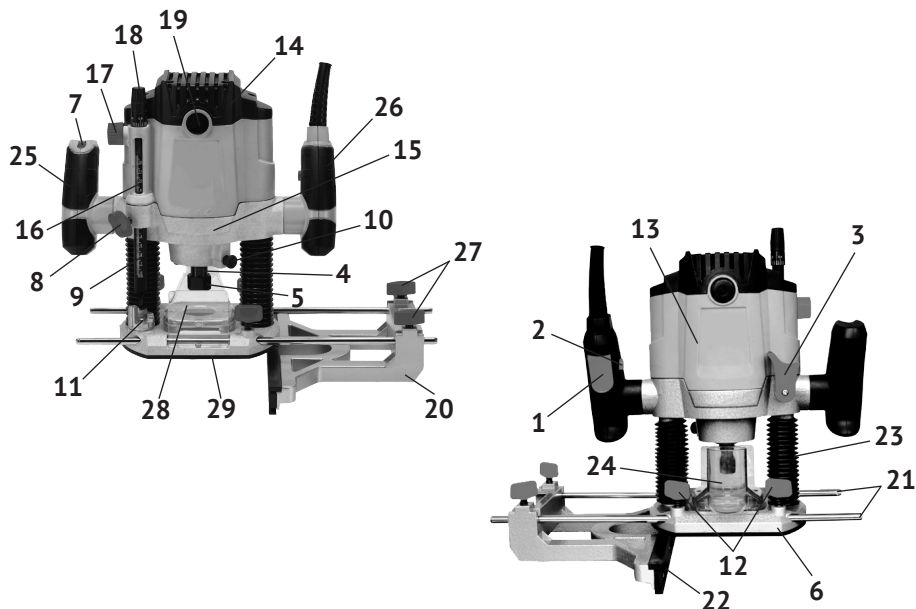
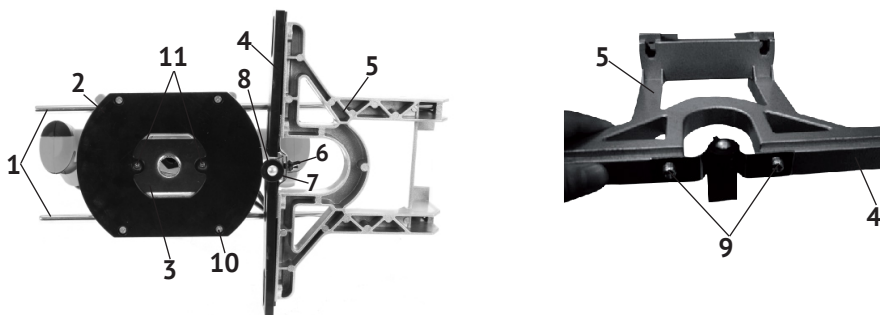

рис.1
рис.2
Общий вид фрезера схематично представлен на рис. 1
1.4.2 Расположенный вертикально двигатель фрезера с цанговым патроном (рис.1 поз.4) закрыт пластиковым корпусом (рис.1 поз.13), закреплённом на суппорте (рис.1 поз.15). Суппорт перемещается в вертикальной плоскости по двум направляющим стойкам (рис.1 поз.23), закреплённым на опорной плите (рис.1
поз.6). Вертикальный ход суппорта обеспечивает глубину фрезерования заготовок до 50 мм. Фиксация суппорта в нужном положении осуществляется рычагом (рис.1 поз.3). Контроль глубины обработки обеспечивают глубиномер (рис.1 поз.9) и упор ступенчатый (рис.1 поз.11) револьверного типа. Подача суппорта (вниз) для фрезерования осуществляется вручную, нажатием на рукоятки инструмента (после разблокировки рычага рис.1 поз.3). Обратный ход суппорта обеспечивают пружины, расположенные внутри направляющих трубок. Горизонтальное перемещение инструмента по поверхности заготовки обеспечивает скольжение пластиковой подошвы (рис.1 поз.29), крепящейся снизу к опорной плите.
На левой рукоятке фрезера (рис.1 поз.25) расположен диск регулятора оборотов двигателя (рис.1 поз.7). На нём нанесены символы: 1, 2, 3, 4, 5, 6, для установки скорости вращения шпинделя с фрезой. На правой рукоятке (рис.1 поз.26) находятся клавиша выключателя (рис.1 поз.1) и кнопка блокировки клавиши от случайного пуска (рис.1 поз.2).
Запуск двигателя осуществляется нажатием на клавишу выключателя, после нажатия и удержания кнопки блокировки (рис.1 поз.2). Отпущенная клавиша выключателя (и кнопка блокировки) возвращаются в исходное положение - выключено/заблокировано.
- параллельный упор (рис.1 поз.20), крепящийся осями (рис.1 поз.21) к опорной плите, позволяет обрабатывать изделие на определённом расстоянии от прямолинейного края заготовки (фрезерование пазов, канавок, сверление отверстий и т.п.);
- роликовая направляющая (рис.2 поз.7), закреплённая на параллельном упоре (рис.2 поз.5), позволяет фрезеровать на равном расстоянии от края заготовки любой конфигурации (прямолинейная, криволинейная, угловая);
- направляющая втулка (рис.2 поз.3), позволяет проводить фрезерование заготовки по выбранному шаблону (шаблоны в комплект поставки не входят).
Пластиковый патрубок пылеотвода (рис.1 поз.24) позволяет подключить пылесос для удаления стружки из зоны фрезерования.
На корпусе (рис.1 поз.13) стрелкой указано направление вращения фрезы.
- снять с фиксации рычаг вертикального положения (рис.1 поз.3) для того, чтобы максимально увеличить рабочее расстояние между суппортом и опорной плитой (рис.3 поз.2);
- установить опорную плиту (рис.1 поз.6) фрезера на заготовку;
- ослабить винт фиксации (рис.1 поз.8) ограничителя глубины и рычаг фиксации (рис.1 поз.3) вертикального положения суппорта;
- зафиксировать рычагом (рис.1 поз.3) положение суппорта;
- установить регулятор точной настройки (рис.1 поз.18) в положение «0»;
- поворотом рукоятки (рис.1 поз.17), подвести стержень глубиномера (рис.1 поз.9) к ступенчатому упору (рис.1 поз.11) так, чтобы он касался нижней ступеньки (при необходимости повернуть револьверный упор);
- отметить (записать) значение на линейке глубиномера по верхнему/нижнему краю окна-указателя (рис.1 поз.16);
- ослабить винт (рис.1 поз.8) и поднять вверх стержень глубиномера вращением рукоятки (рис.1 поз.17), пока показания на его линейке не достигнут значения, при котором, разность между ним и предыдущим значением не будет равна нужной глубине обработки (например: первое значение – 15 мм, второе – 45 мм, $45 - 15 = 30$ мм, 30 мм – нужная глубина фрезерования);
- зафиксировать винтом (рис.1 поз.8) ограничитель в выбранном положении;
- точную настройку производить регулировочным винтом (рис.1 поз.18).
- выставить ступенчатый (револьверный) упор (рис.1 поз.11) таким образом, чтобы стержень-ограничитель глубины располагался над его верхней (первой) ступенью упора;
Значение скорости вращения рабочей фрезы изменяется вращением диска регулятора оборотов двигателя (рис.1 поз.7) на левой рукоятке.
Для осуществления фрезерования на одинаковом расстоянии от прямолинейного края (кромки) обрабатываемой заготовки, на опорную плиту фрезера устанавливается параллельный упор (рис.1 поз.20).
- прикрутить к упору (рис.1 поз.20) двумя винтами (рис.1 поз.27)
направляющие оси (рис.1 поз.21);
- ослабив винты фиксации (рис.1 поз.12), вставить направляющие оси (рис.1 поз.21) в отверстия опорной плиты (рис.1 поз.6);
- выставив нужное расстояние от фрезы до линейки упора (рис.1 поз.22), зафиксировать оси винтами (рис.1 поз.12).
Для фрезерования с равным отступом от криволинейного края заготовки, к линейке параллельного упора крепится роликовая направляющая (см рис.2):
- выкрутив средние винты (рис.2 поз.9), прикрутить ими роликовую направляющую (рис.2 поз.7) к линейке параллельного упора (рис.2 поз.4);
- выставив нужное расстояние от фрезы до ролика (рис.2 поз.8), перемещением осей параллельного упора в отверстиях опорной плиты, зафиксировать оси винтами (рис.1 поз.12).